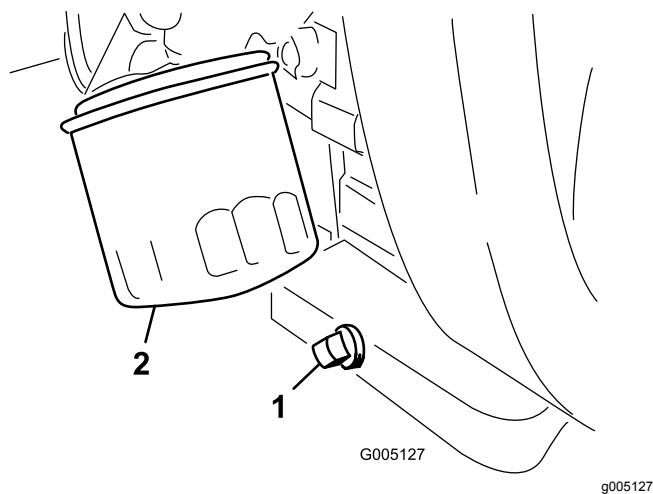

Figura 34
1. Retire o tampão de escoamento (**Figura 34**) e deixe o óleo escorrer para um recipiente adequado.
2. Limpe os roscados do tampão de escoamento, aplique vedante PTFE e coloque o tampão de escoamento (Figura 34).
3. Retire o filtro do óleo (Figura 34).